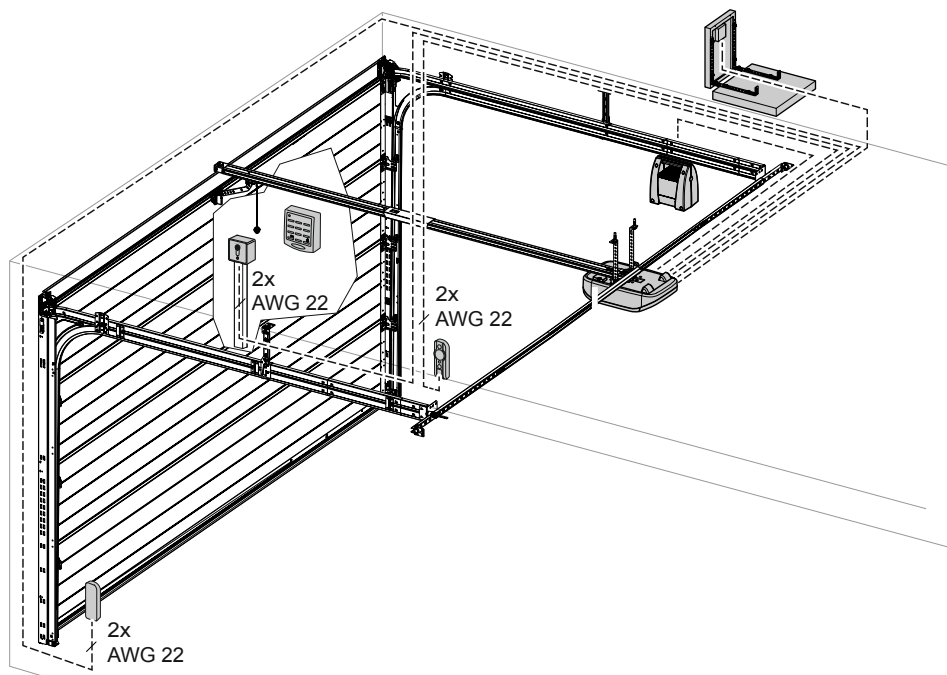

Fig. 3: Ejemplo de instalación de accesorios
Monte la suspensión central (13) en los carriles (fig. 3).
#### 3. Opción: Montaje en tejado (tejado plano, fig. 3)